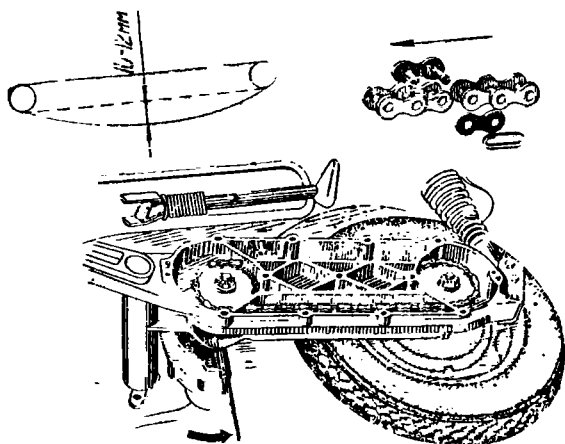

Рис. 32. Регулировка натяжения цепи.
Оптимальная степень натяжения цепи обеспечивает стрелу ее провисания в пределах 10—12 мм. Стрела провисания проверяется через смотровое окно в крышке корпуса задней подвески и регулируется поворотом эксцентриковой втулки (см. рис. 32 и 13). Втулка при повороте перемещает двигатель относительно корпуса задней подвески, тем самым увеличивает или уменьшает межцентровое расстояние между ведущей и ведомой звездочками (натягивает или ослабевает цепь).
Воротком выверните сначала нижний, а затем верхний сухарики. При помощи специального ключа, вставив в него вороток, поверните эксцентриковую втулку, и тем самым отрегулируете натяжение цепи (см. рис. 32).
- расположите замок цепи на рабочей ветви и разомкните его (см. рис. 32);